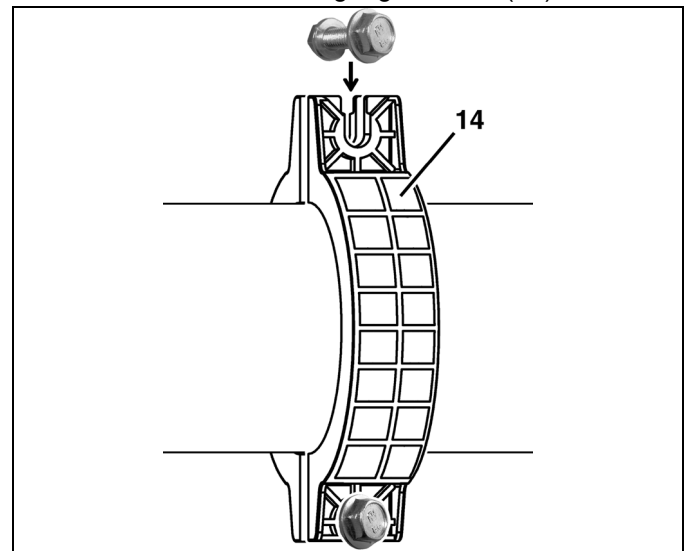

Bild 14: Befestigungsschalen montieren
2. Beide Umlenkbogen (22) mit Befestigungsschalen (14) am Koaxialrohr (20) befestigen, siehe Bild 14, Seite 7.
1. Blindstopfen (9) mit Überwurfmutter (24) an Anschluss für Entnahmeleitung befestigen.
2. Blinddeckel mit Entlüftungsanschluss (10) mit Befestigungsschalen (14) auf Anschluss für Füllleitung montieren, siehe Bild 14, Seite 7.
3. Anschlussbogen Entlüftung (8) je nach dem bauseitigen Verlauf der Entlüftungsleitung entweder an der Grundeinheit oder am Blinddeckel mit Entlüftungsanschluss (10) montieren. Mit dem Verschlussstopfen (28) den freien Anschluss der Entlüftungsleitung verschließen.